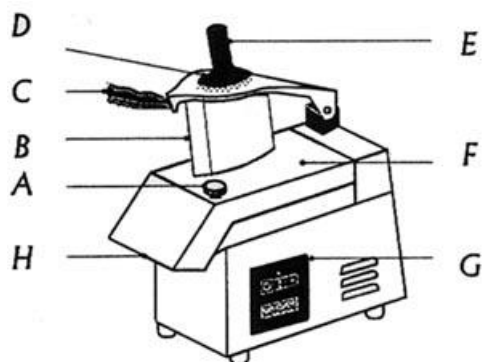

Рис. 2
Как и все другие продукты фирмы GAM данная машина разработана и произведена с учетом высокой безопасности в сочетании с высокой производительностью, простотой в обращении и большой степенью надежности. Приспособления безопасности включены в базовую комплектацию машины. Машина оснащена двумя микровыключателями, которые отключают питание от овощерезки в случае, когда не закрыта крышка (F – рис.2) или пресс не введен до конца (С- рис. 2). Данные приспособления обеспечивают безопасность рук рабочего, гарантируя невозможность
- Широкое овальное загрузочное отверстие для овощей (В – рис. 2)
- Пресс, (С- рис. 2) позволяющий плотно закрыть загрузочное отверстие и препятствовать попаданию пальцев и рук во время работы машины.
- Узкое круглое загрузочное отверстие (\varnothing 56мм) (D- рис. 2) глубина и маленький диаметр препятствуют возникновению опасных ситуаций.
- Выходное отверстие (Н- рис.2) для нарезанных овощей. Спроектировано таким образом, что препятствует попаданию рук внутрь машины.
- поднимите рычаг (С рис.2) вверх
- поверните кнопку вполоборота (А рис.2)